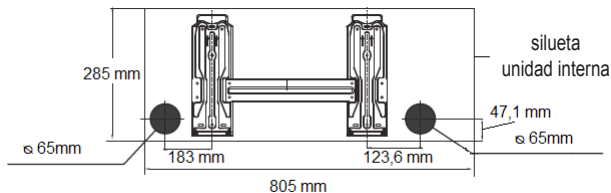

fig. 8 -
1. Separar la parte de plástico premarcada (A-"fig. 8 -") en la dirección deseada.